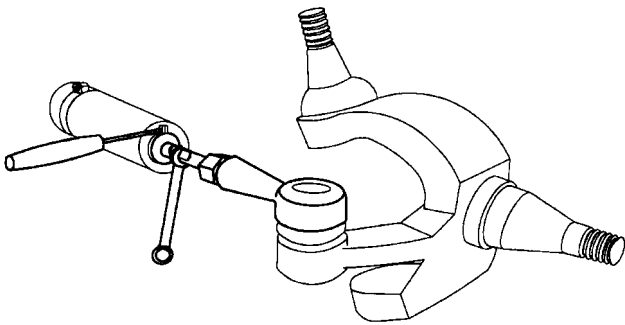

图 1-1 典型可调式横拉杆前束调整
1) 调整指导。调整前束角时, 拧松转向拉杆锁止螺母, 用扳手转动转向拉杆直至获得满意的前束角读数。见图 1-1。
- ① 无备件需求。
- ② 不需改动零件。